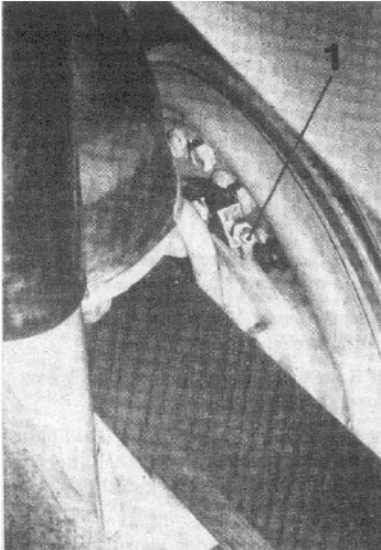

Bild 60. Entlüften der Radbremse, hinten
1. Lässt sich der Bremsfußhebel beim Bremsen federnd durchtreten, so befindet sich Luft im Bremssystem. Das Bremssystem muß entlüftet werden. Lässt sich durch das Entlüften oben beschriebener Mangel nicht abstellen, so ist unbedingt eine Vertragswerkstatt aufzusuchen. Mit dem Entlüften beginnt man an dem Rad, das am weitesten vom Bremsflüssigkeitbehälter entfernt ist, also am rechten Hinterrad. Zunächst wird die Gummiverschlusskappe der Entlüftungsschraube (Bild 60/1) abgenommen und der Entlüftungsschlauch aufgesteckt. Das freie Ende des Schlauches wird in ein etwa zur Hälfte mit Bremsflüssigkeit gefülltes Glasgefäß getaucht. Das Gefäß soll über der Entlüftungsschraube stehen. Ferner ist zu beachten, dass der Vorratsbehälter gefüllt ist. Nun wird die Entlüftungsschraube mit einem Ringschlüssel geöffnet. Danach ist der brems Fußhebel so lange zu betätigen, ist die Bremsflüssigkeit am Entlüftungsschraube blasenfreier heraustritt. Nun ist der Bremsfußhebel in durchgedrehter Stellung zu halten, bis die Entlüftungsschraube geschlossen ist.